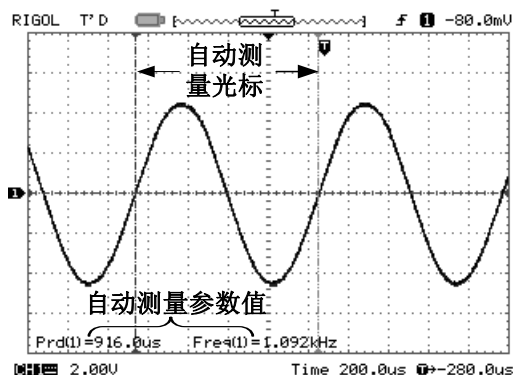

图3-5-22 周期、频率自动测量光标显示图
(3) 自动测量模式: 在自动测量模式下, 屏幕上会自动显示对应的电压或时间光标, 以揭示测量的物理意义, 同时系统还会根据信号的变化, 自动调整光标位置, 并计算相应的参数值。如图 3-5-22 所示。光标自动测量模式显示当前自动测量参数所应用的光标。若没有在 **MEASURE** 菜单下选择任何自动测量参数, 将没有光标显示。